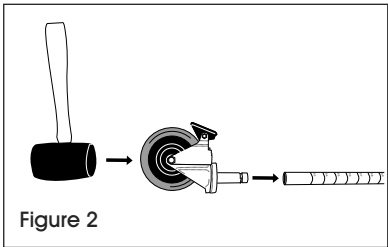

Figure 2
1. Make sure post is positioned as shown. (See Figure 2)
2. Engage the wheel brakes to keep casters from rolling during assembly. Use a rubber mallet to tap caster stems into posts. (See Figure 2)
1. Assurez-vous que le montant est positionné comme illustré. (Voir Figure 2)
2. Actionnez les freins pour empêcher les roulettes de tourner lors de l'assemblage. Utilisez un maillet en caoutchouc pour tapoter la tige des roulettes dans les montants. (Voir Figure 2)